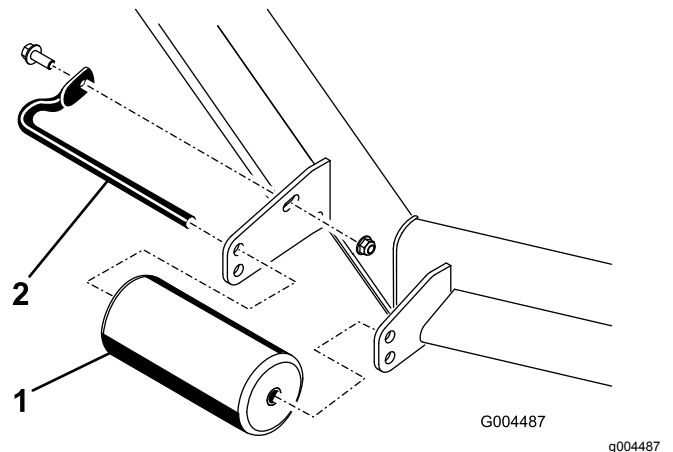

Bild 14
1. Nehmen Sie die Schraube und die Mutter ab, mit denen die Rollenwelle an der Mähwerkhalterung befestigt ist (Bild 14).